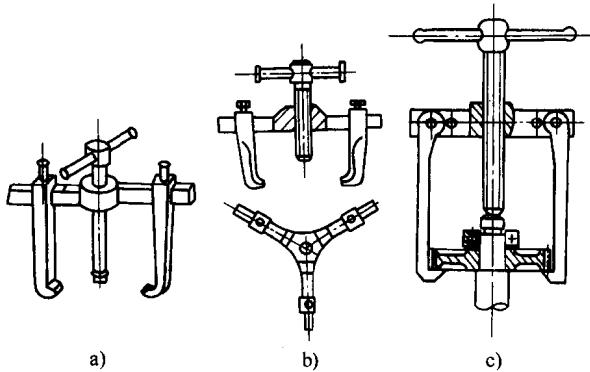

图 1-18 顶拔器
(2) 顶拔器 顶拔器见图 1-18，常用于顶拔机械中的轮、盘或轴承等。顶拔时，用钩头钩住被拔零件；同时，转动螺杆以顶住轴端面中心；用力旋转螺杆转动手柄，即可将被拔零件缓慢拉出，见图 1-18c。